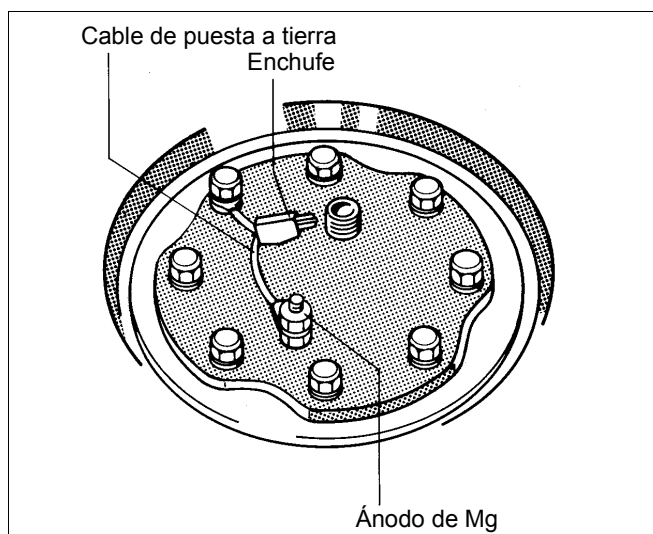

Fig. 6
- Compruebe si el ánodo de magnesio está montado de modo que la conexión eléctrica entre el ánodo y el depósito del acumulador está garantizada, es decir, que el cable de puesta a tierra esté conectado (Fig. 6).
- Cierre la entrada de agua fría y abra el vaciado del acumulador (EL). Para la purga, abra un grifo de toma situado más arriba.
- Vuelva a colocar el ánodo de magnesio (Fig. 6 y 10 respectivamente).